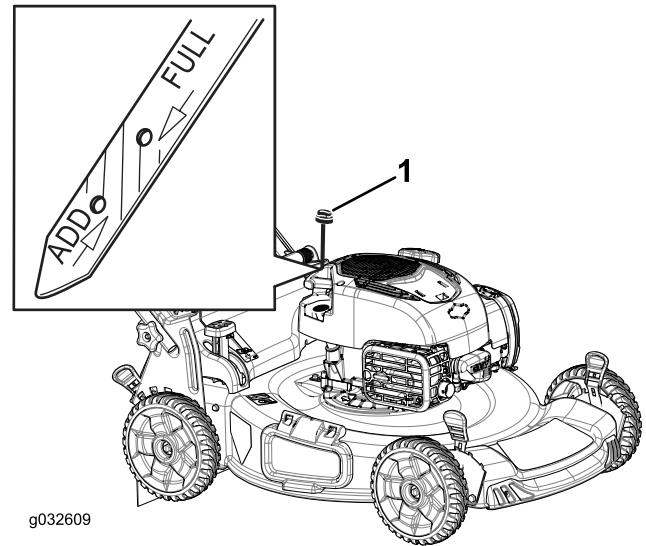

Рисунок 31
2. Извлеките масломерный щуп (Рисунок 31).
4. Медленно заливайте масло в маслозаливной патрубок до соответствующей отметки **Full (Полный)** на масломерном щупе (Рисунок 31). Не допускайте переполнения.